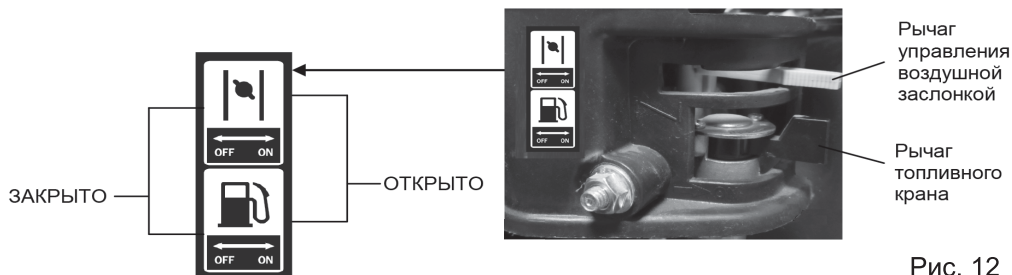

Рис. 12
1. Поставьте рычаг топливного крана в положение «ON» (ОТКРЫТО) (Рис. 12).
2. При запуске холодного двигателя переведите рычаг управления воздушной заслонкой в положение «OFF» (ЗАКРЫТО) (Рис. 12). Не закрывайте воздушную заслонку, если двигатель прогреет.